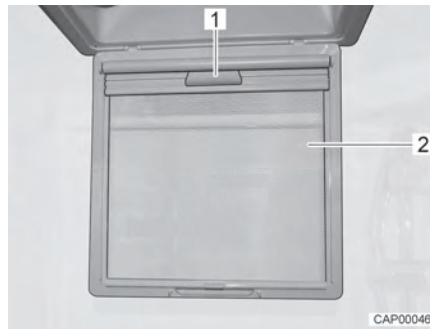

Bild 52 Verdunklungsrollo
- Insektenschutz (Bild 52,2) nach unten klappen.
- Verdunklungsrollo am Griff (Bild 52,1) nach unten ziehen, bis es auf der Gegenseite einrastet.
- Verdunklungsrollo am Griff (Bild 52,1) ausrasten und langsam in die Ausgangsstellung zurückführen.
- Insektenschutz (Bild 52,2) nach oben schwenken, bis er einrastet.